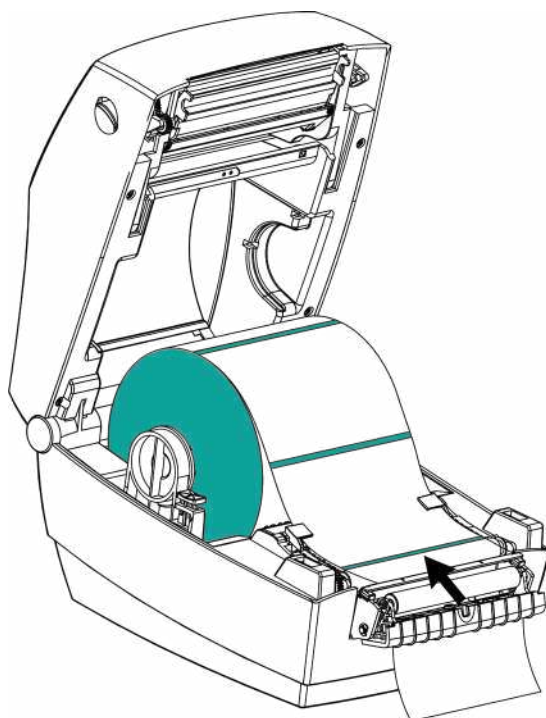

Рисунок 44. Закрывание отделителя
**7** Закрывать сначала отделитель, а затем крышку принтера (рисунок 44).